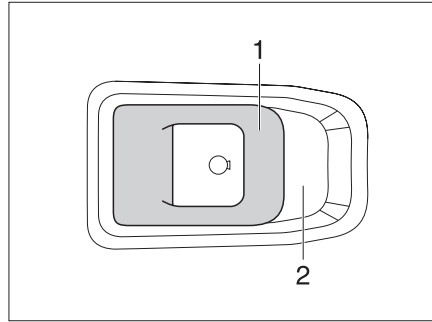

Fig. 46 Serratura della porta di ingresso, lato interno
*Apertura:* ■ Tirare la maniglia (Fig. 46,1).
*Bloccaggio:* ■ Spingere la maniglia (Fig. 46,1) nell'impugnatura (Fig. 46,2).